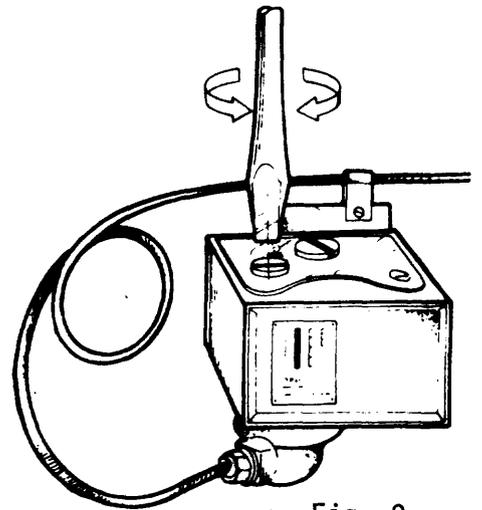

Fig. 2
- e Gire el tornillo de regulación del diferencial de presión (fig. 2).